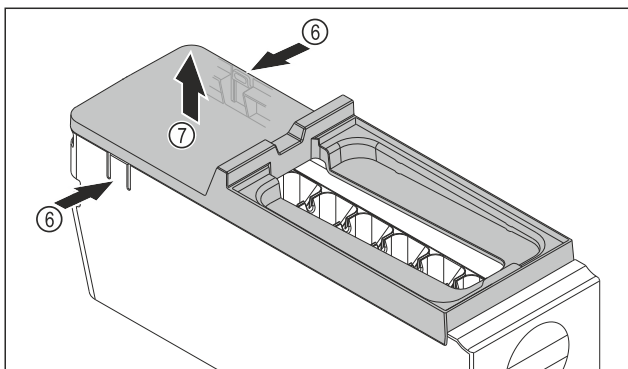

Fig. 79
- Scoateți apărătoarea corpului EasyTwist-Ice: Apăsăți eclisele Fig. 79 (6) de pe ambele părți ale corpului EasyTwist-Ice cu o mână.
- Scoateți apărătoarea Fig. 79 (7) cu cealaltă mână în sus.